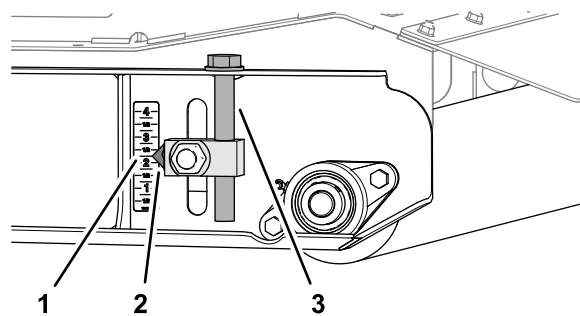

図 83
5. 後ローラのところで、左右の刈高アジャスタを、デカルの 2-1/4" のマークに合わせる図 83。